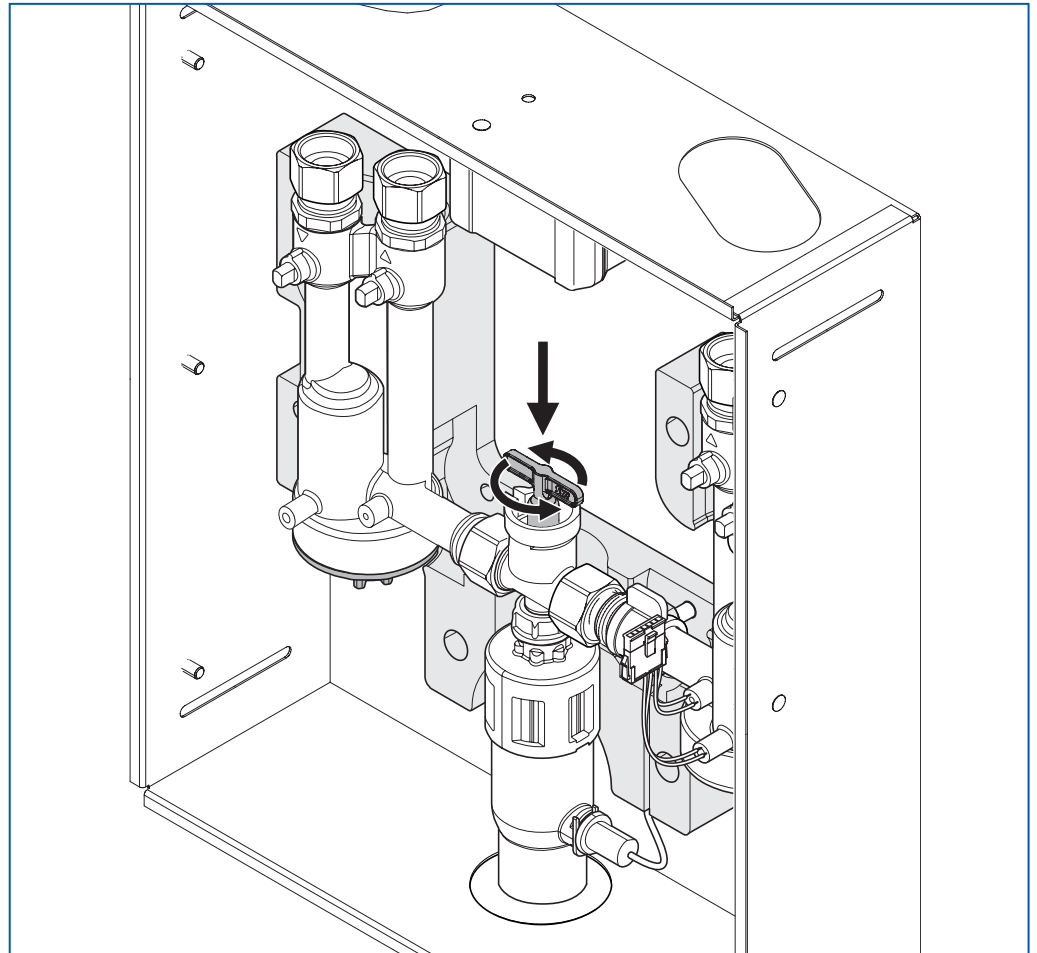

Abb. 15: Absperrung öffnen
- **Beachten Sie die Position der Spindel in der Absperrung, die waagrecht stehen muss, damit die Steuerung wieder montiert werden kann (gleiche Position wie der Schlüssel in Abb. 15).**